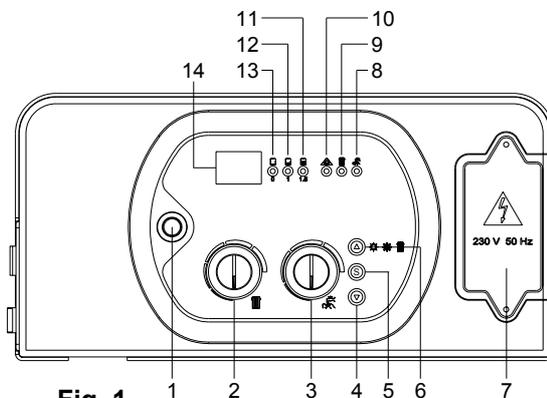

Fig. 1
- ⇒ **Il sistema antigelo entra in funzione solo se la caldaia è accesa (con l'interruttore 1 fig. 1 in posizione ON) e l'alimentazione del gas aperta. Non si assume nessuna responsabilità per danni alla caldaia causati dal non rispetto della presente raccomandazione.**
LEGENDA COMANDI (fig. 1)
- posizionare l'interruttore 1 su ON (vedi fig. 1);
- il sistema di accensione automatica accenderà il bruciatore; potrebbe essere necessario ripetere più volte l'operazione per eliminare l'aria nelle tubazioni. Per ripetere l'operazione attendere in ogni caso 3 minuti prima di sbloccare nuovamente la caldaia, per sbloccare la caldaia spegnere ed accendere l'interruttore 1 (fig.1)
- posizionare l'interruttore **1** nella posizione **OFF** (fig.1 pag. I);
- Premere sul pulsante " 5" Fig .1 per avere il programma di SOLO INVERNO LED "12" acceso con funzione di Solo riscaldamento
La regolazione della temperatura si effettua per mezzo della manopola **2** (fig.1 pag. I);
La regolazione della temperatura si effettua per mezzo della manopola **3** (fig.1 pag. I);
Nel caso di blocco della caldaia (fig. 1 pag. I spia 11 accesa),e codice errore intermittente sul display :
- spegnere ed accendere l' interruttore 2 (fig. 1 pag. I);
- controllare periodicamente la pressione dell'impianto e verificare con *l'impianto freddo* che la pressione abbia un valore tra i 0.5 - 1.5 bar (sul manometro posto sotto la caldaia) e che la spia 10 (vedi fig.1 pag.I) sia accesa ;